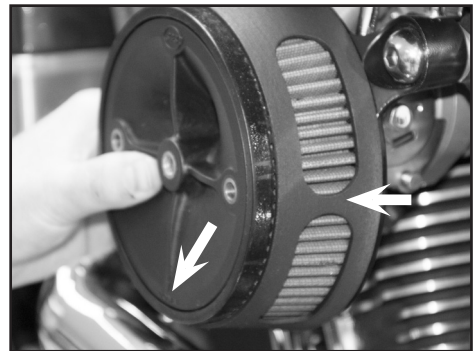

Figura 10
15. Tenere il filtro sulla piastra. Se il silenziatore ha un solo foro, posizionarlo a ore tre. Se il silenziatore ha due fori, mettere il divisore in mezzo ai due fori a ore tre. Mettere la piastra posteriore del filtro sulla parte superiore del filtro, accertandosi che il coperchio sia aderente al filtro e bloccato nell'incavo. La parola "Down" deve essere in basso come mostra la **figura 10**.